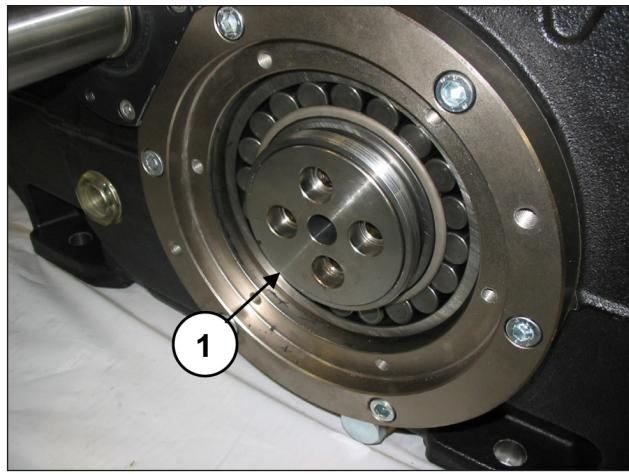

Рис. 14
Фиксирующие фланцы втулки должны остаться на своих местах (поз. ①, Рис. 14).